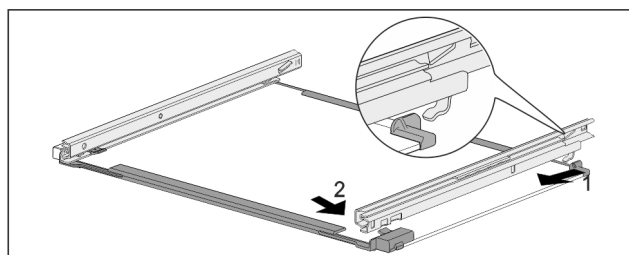

Fig. 231 Glasplatte mit Schienen
- Schiene hinten einhaken. Fig. 231 (1)
- Schiene vorne einrasten. Fig. 231 (2)